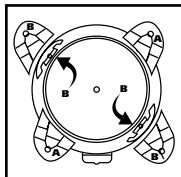

FIGURE 5
5. Prenez le porte-roulette identifié par la lettre **B** et insérez-le dans les rainures avant-droite et arrière-gauche du réservoir, également identifiées par la lettre **B**. **FIGURE 5.**